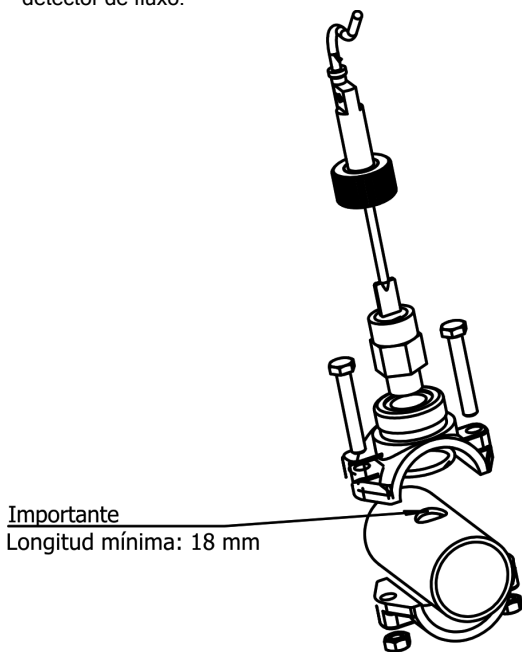

Fig. 10a
2. Instalar o detector de fluxo (interruptor de fluxo) fornecido sempre na posição vertical no porta-sondas fornecido com o equipamento (Fig. 10a).